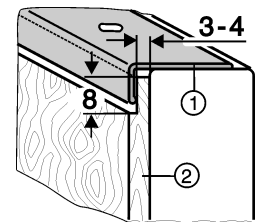

Fig. 10
- ▶ Dikkere decorplaten Fig. 10 (2) conform afbeelding reduceren tot maximaal 4 mm dikte.